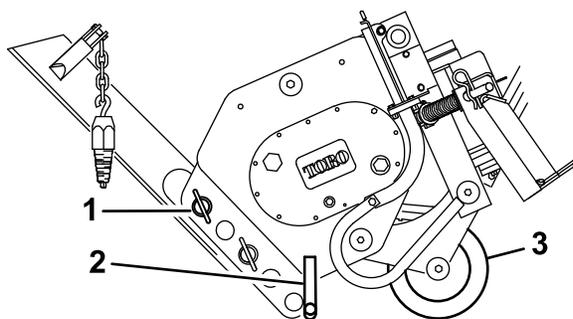

图 4
- 向上旋转刀片并使用保险销和柱销固定如图 4 所示。
4. 向前倾斜犁并将其降到地面或拖车上用支架和犁刀支撑犁的重量图 4。
3. 向上旋转刀片并使用保险销和柱销固定如图 4 所示。